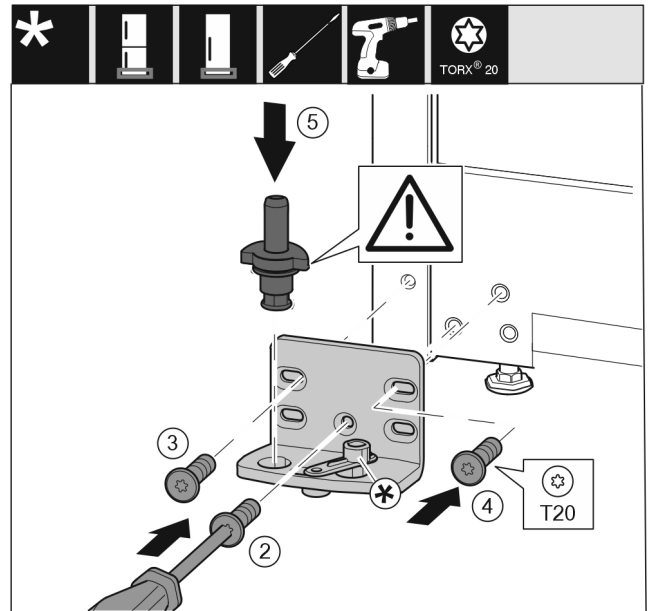

Fig. 16
- ▶ Poser le support de palier de l'autre côté et le visser à l'aide d'un tournevis T20. Commencer par la vis 2 en bas au milieu. Fig. 16 (2)
- ▶ Visser les vis 3 et 4. Fig. 16 (3,4)
- ▶ Mettre en place l'axe de palier complet. Veiller à ce que l'ergot d'enclenchement soit orienté en arrière. Fig. 16 (5)